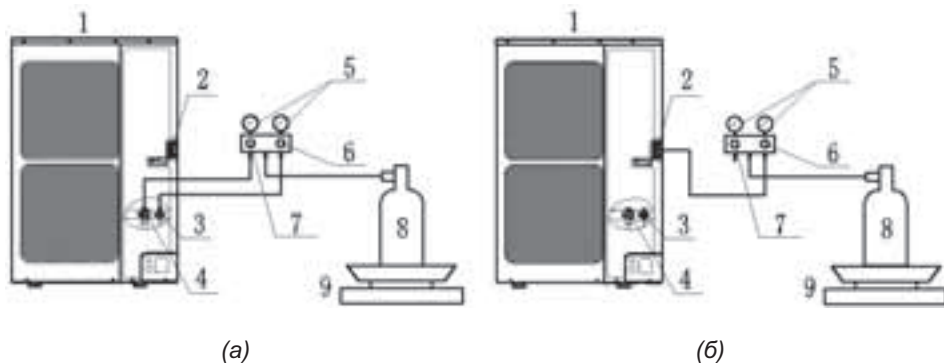

Рис. 6.16. Добавление хладагента в наружный блок
- 1) Подсоедините к системе баллон с хладагентом в соответствии с Рис. 6.16(а).
- a. Подсоедините к системе баллон с хладагентом в соответствии с Рис. 6.16(а).
- a. Подсоедините к системе баллон с хладагентом в соответствии с Рис. 6.16(б).